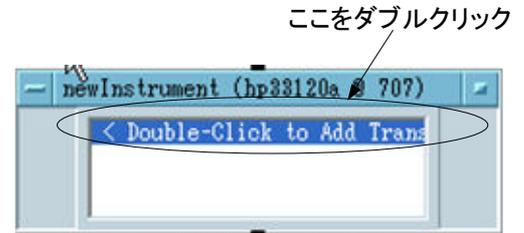

図6-2 “newInstrument” オブジェクト
- (3)画面上の四角を適当な場所でクリックすると、図6-2の“newInstrument”オブジェクトが現れる。